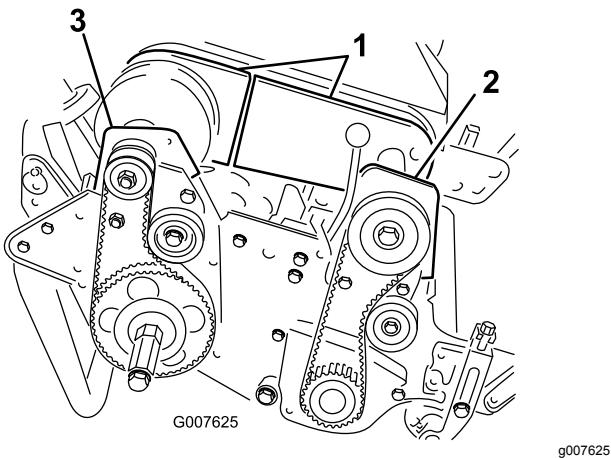

図 43
- デファレンシャルカバー前半分と後半分のボルトを取り、カバーを外してベルトが見えるようにする 図 43。
6. 前クラッチハウジングをサイドプレートに固定しているボルト 2 本を外す図 43。
8. 右後ベアリングハウジングをサイドプレートに固定しているボルト 2 本とロックナット 2 個を外す図 43。